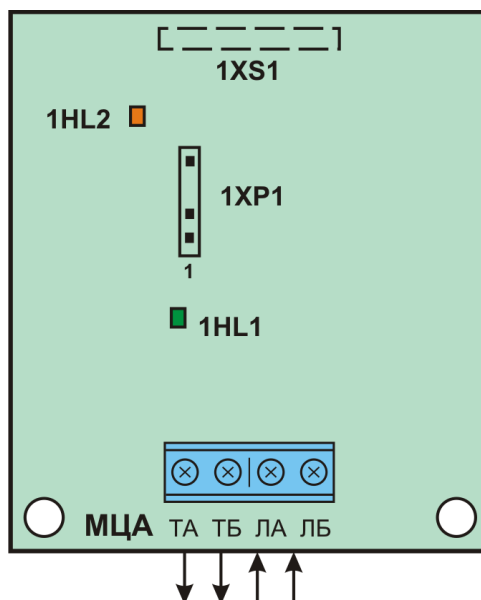

Рисунок 7.10 - Подключение входов и выходов МЦА
- Установить плату коммуникатора на плату БМК прибора, соединив разъем 1XS1 коммуникатора (рис. 7.10) с разъемом 3XP4 прибора (Приложение Г, рис. Г.1) и зафиксировав платы между собой держателями.